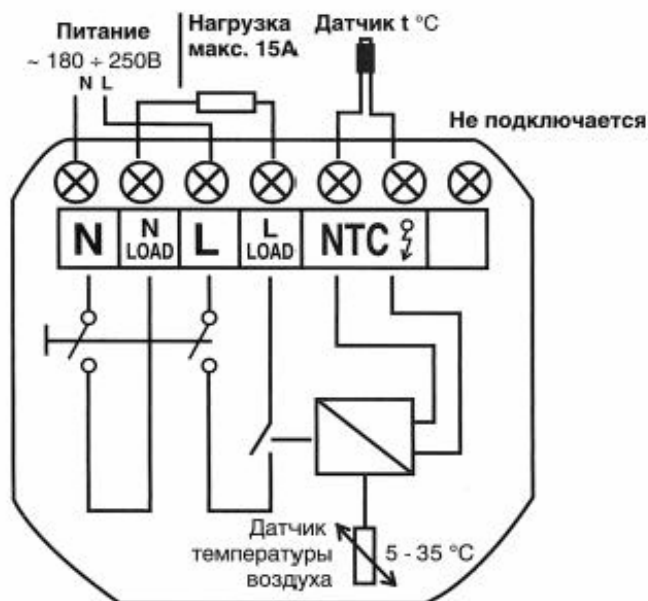

Рис. 4. Монтажная электрическая схема.
4. Подключение терморегулятора производится согласно монтажной электрической схеме (рис. 4). При подключении к регулятору питающего сетевого кабеля следует соблюдать фазировку. Терморегуляторы не имеют специального контакта для подключения «земли». Вывод экранирующей оплетки нагревательного кабеля должен соединяться с проводом «земля» питающей сети с помощью дополнительного контакта внутри монтажной коробки.